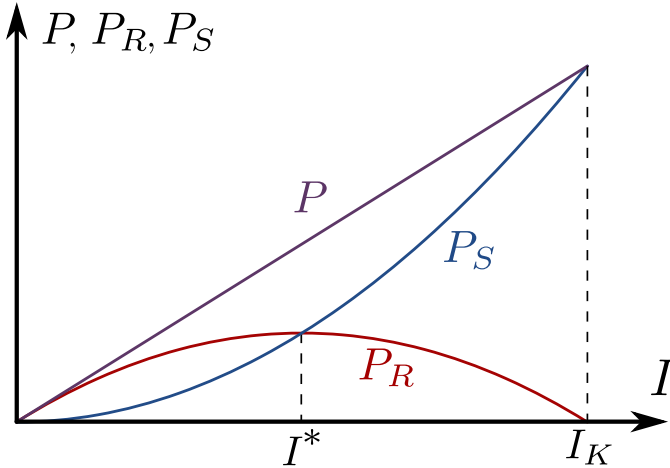

РИС. 3. Зависимости полной ( $P$ ), полезной ( $P_R$ ) мощности и мощности потерь ( $P_S$ ) от силы тока.
Исследуем зависимость этих мощностей от силы тока. График (см. рис. 3) зависимости полной мощности от силы тока  $P = \mathcal{E}I$  является прямой линией, проходящей через начало координат. Полезная мощность из (2) может быть представлена в виде:
Потери мощности в источнике зависят от силы тока также по квадратичному закону:  $P_S = I^2 r$ . График этой зависимости (см. рис. 3) — парабола с вершиной в начале координат и ветвями направленными вверх. При физически осмысленных значениях  $r > 0$ , мы работаем с правой ветвью данной параболы.
Из графиков зависимостей мощностей и КПД от силы тока (рис. 3,4) видим, что условия получения наибольшей полезной мощности и наибольшего КПД несовместимы. Когда полезная